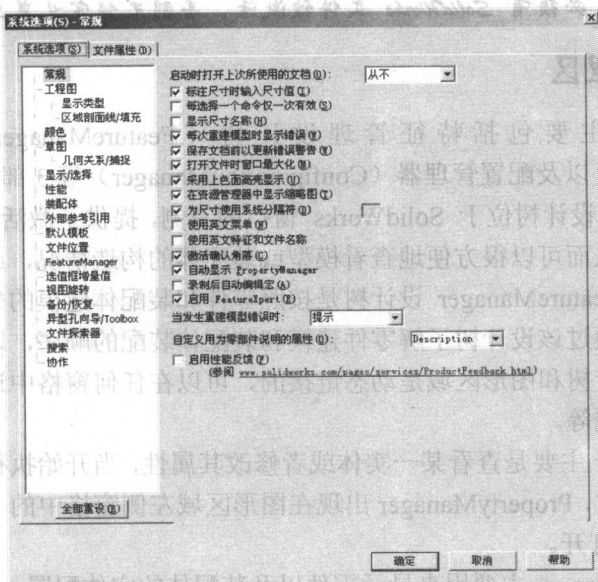

图 1-14 “系统选项”对话框
(1) 执行命令。执行【工具】→【选项】菜单命令,此时系统弹出如图 1-14 所示的“系统选项”对话框。